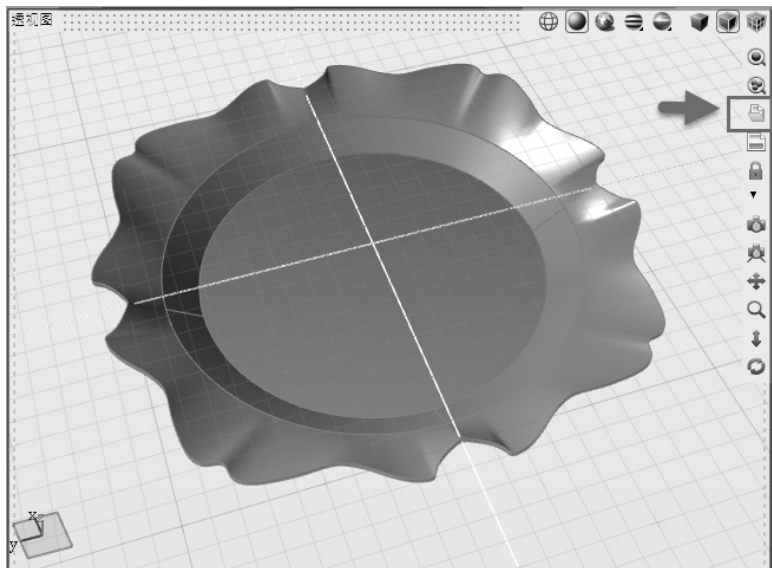

图 5-161 单击“快照”按钮
12) 此时已完成沙拉盘的建模部分, 可以在透视图生成一张快照留作备用。在透视图中将沙拉盘调整到合适的角度, 并在透视图右侧的工具栏中单击“快照”按钮, 如图 5-161 所示。